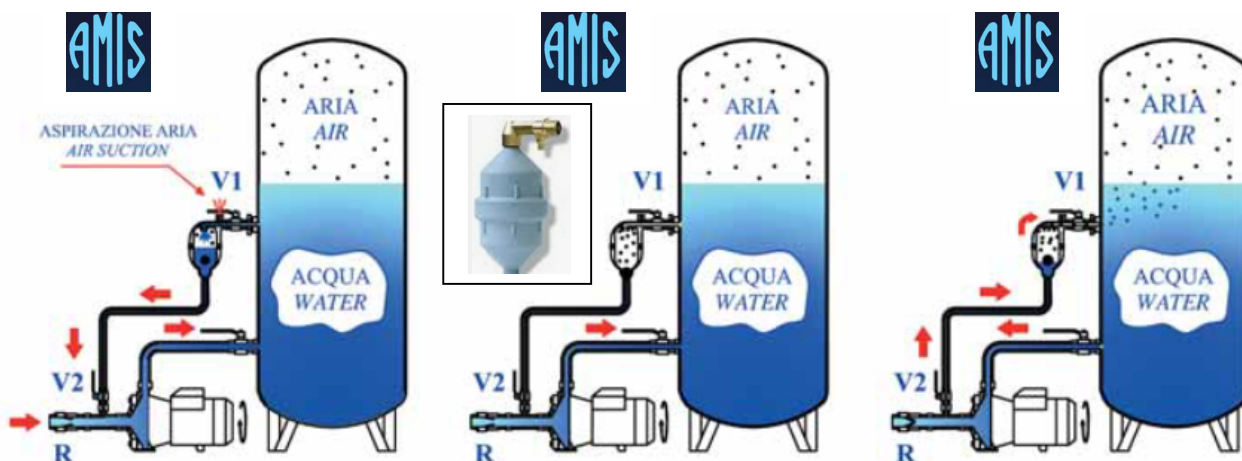

Fig.2
4.- Sussiste il problema che l'acqua tende ad assorbire l'aria dal cuscinetto tendendo a diminuire la pressione del serbatoio. Sussiste la possibilità di ristabilire la pressione dell'aria con un compressore. Metodo particolarmente condiviso, oppure utilizzare "l'alimentatore automatico dell'aria" come riprodotto nello schema Fig.2.